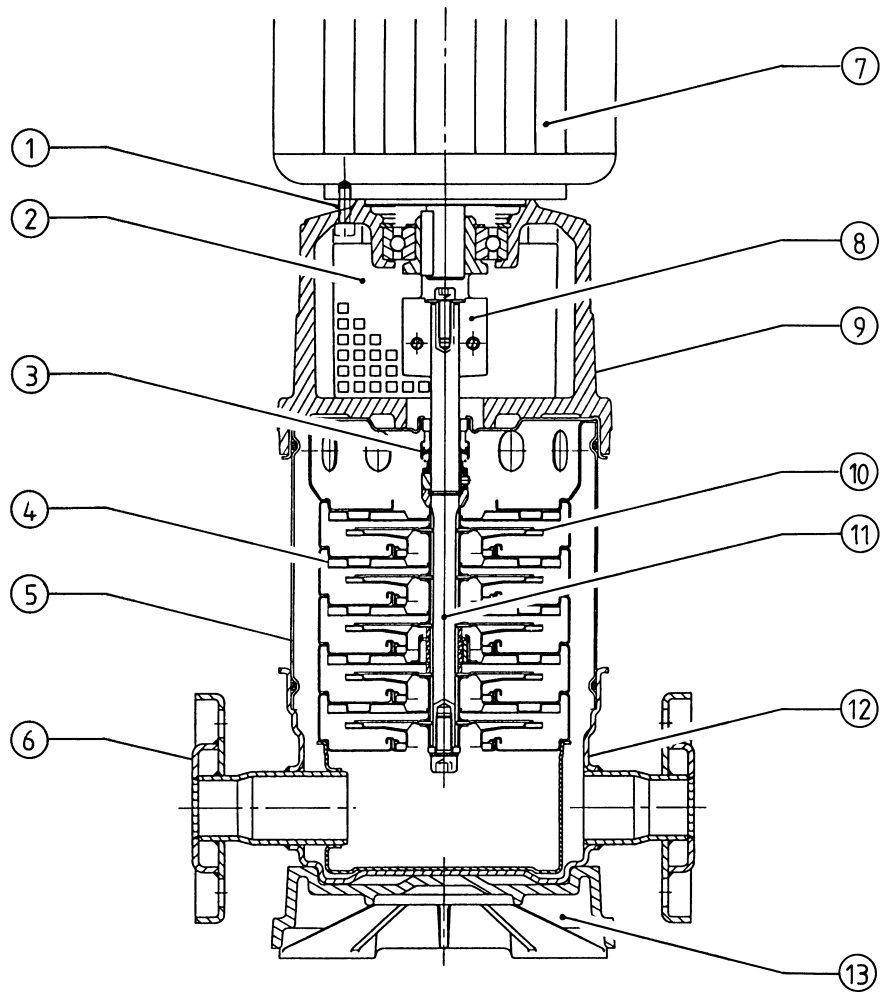

Рис. 1
Насос (рис. 1) размещен на чугунной плите (13), которая служит основой. Корпуса ступеней (4) выполнены в виде модульной конструкции. Рабочие колеса (10) собраны на одном валу (11). Гильза (5) обеспечивает надежную герметичность. Все детали, контактирующие с перекачиваемой средой (корпуса ступеней, рабочие колеса), выполнены из нержавеющей хромоникелевой стали. Основание насоса (12) с фланцами (6) из хромоникелиевой стали (по запросу).
- Разместить клеммную коробку в нужное положение можно путем поворачивания мотора (минимально на 90°), для чего надо отвинтить соединительные болты двигателя (рис. 1, поз. 1). При сборке муфты не забудьте затянуть стопорные винты.